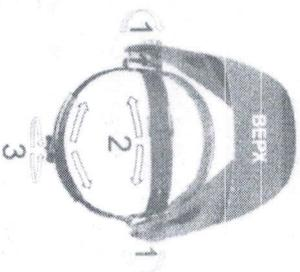

Рис. 5
- Регулировочная рукоятка оголовья (3) (см. рис. 5) должна смотреть в противоположную от щитка сторону. Правильно собранный щиток четко фиксируется на голове в двух положениях: «открыт» и «закрыт».
- Вращением гайки-фиксатора (1) (см. рис. 5) регулируется угол наклона щитка.
- Глубина посадки щитка на голову регулируется перестановкой одной части пластикового ремня (2) (см. рис. 5) относительно другой на фиксирующих штифтах.